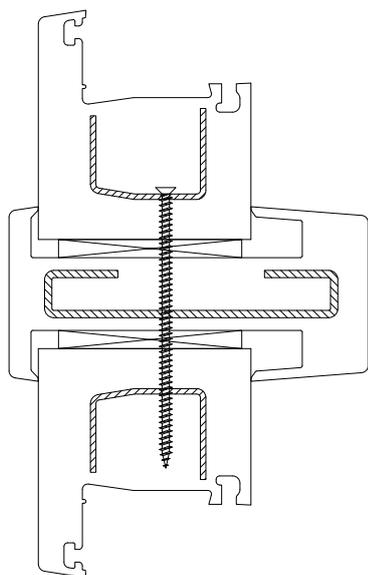

Рис. 7 Примеры соединений
- рассверлить отверстие со стороны установки крепежа диаметром равным диаметру крепежного элемента, но только до последнего усилительного вкладыша. Таким образом при завинчивании крепежного элемента (шурупа) усилие сжатия будет прикладываться к шляпке крепежного элемента и крайнему усилительному вкладышу, что исключает деформации ПВХ-профилей и усилительных вкладышей соединителя, и первой коробки (рис.7 сверху);
- если полка усилительного вкладыша не доходит до внешней стенки коробки рассверлить отверстие до первой полки вкладыша со стороны установки крепежа диаметром равным диаметру шляпки крепежного элемента (рис.7 внизу);